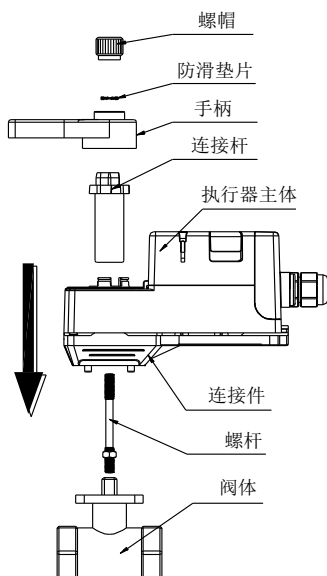

图 2
- 图 2 为执行器组件分解图，请按步骤依次完成与阀体的正确装配。应首先把阀门和执行器调整到全关状态，这样阀杆方柄与执行器连接杆方孔的方位对齐，连接杆能顺畅的套入阀杆，且阀门和执行器的位置角度一致。